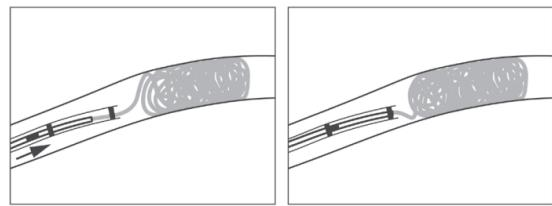
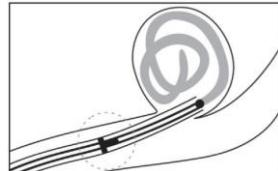

図 2
図 3
- 11.そのままコイルを前進させ、デリバリープッシュヤーのラジオペークマーカーがマイクロカテーテルのプロキシマルラジオペークマーカーをわずかに越えて“T”字を形成するように配置する(図2、図3)。この時点で、コイルの近位端はマイクロカテーテル遠位端のすぐ外に出ている状態である。デリバリープッシュヤーがこれ以上移動しないよう、回転式止血弁を締める。